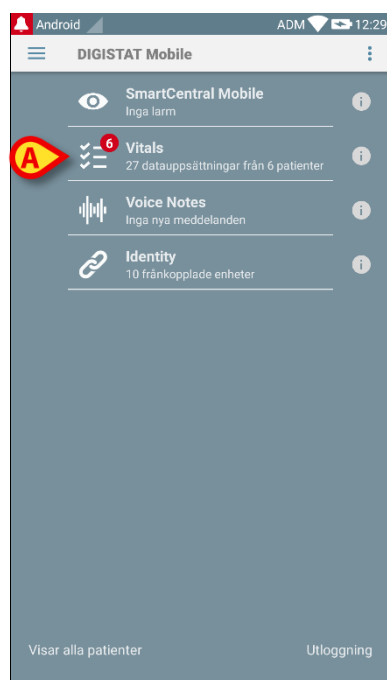

Fig. 41
- Tryck på motsvarande rad på den handhållna enhetens skärmbild (Fig. 41).